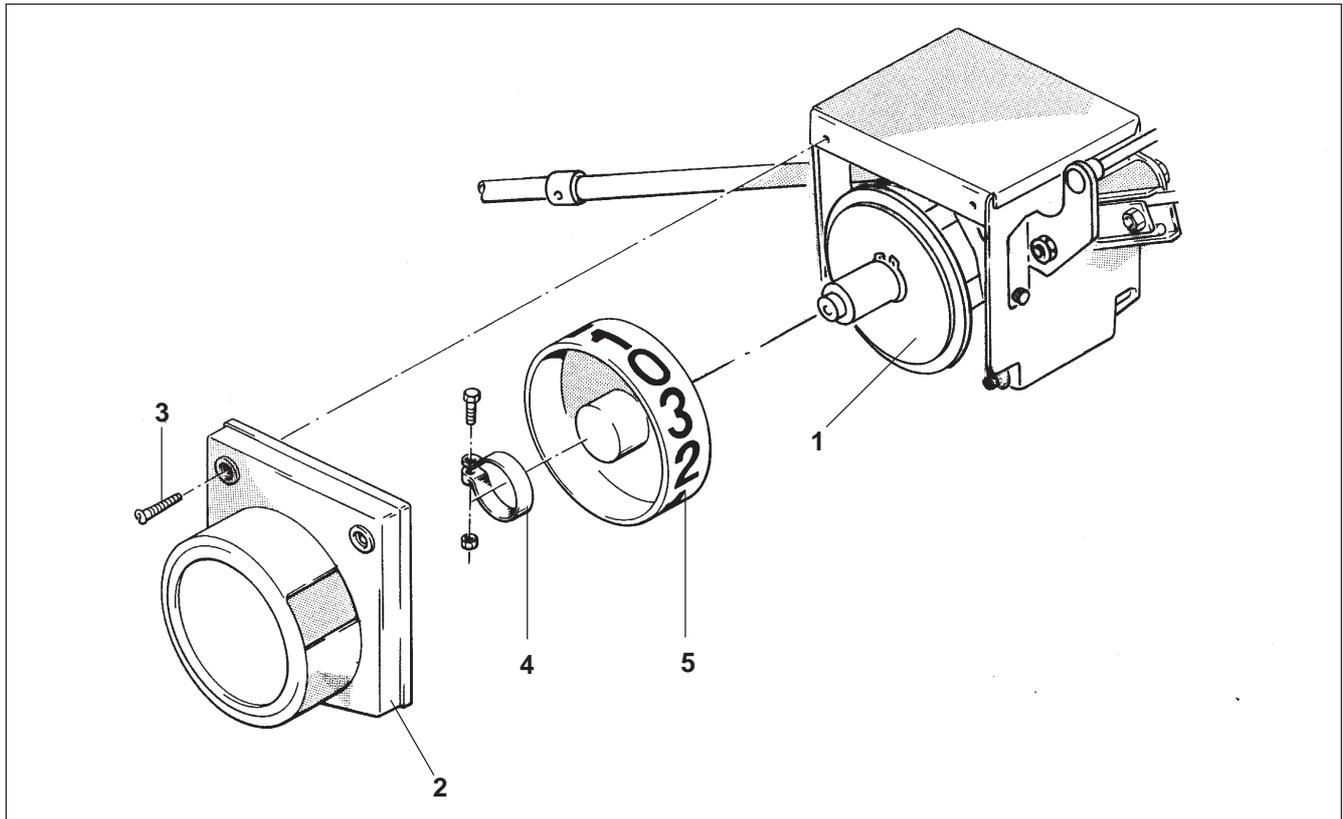

Fig. 26.50
Montar en la caja de conexión una nueva rueda divisora (fig. 26.50/1) cuando se desea:
- Quitar la tapa protectora (fig. 26.50/2) aflojando los dos tornillos de chapa (fig. 26.50/3).
- Aflojar la abrazadera (fig. 25.50/4) y extraerla junto con la rueda indicadora (fig. 26.50/5).